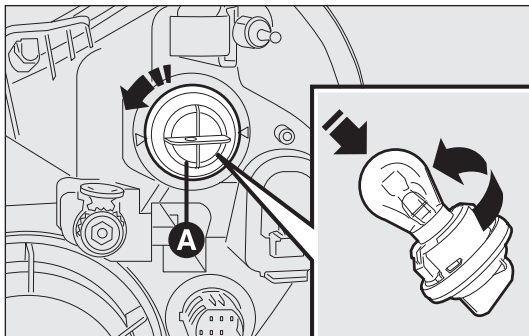

fig. 185
- tourner la douille A-fig. 185 dans le sens inverse des aiguilles d'une montre et l'extraire;